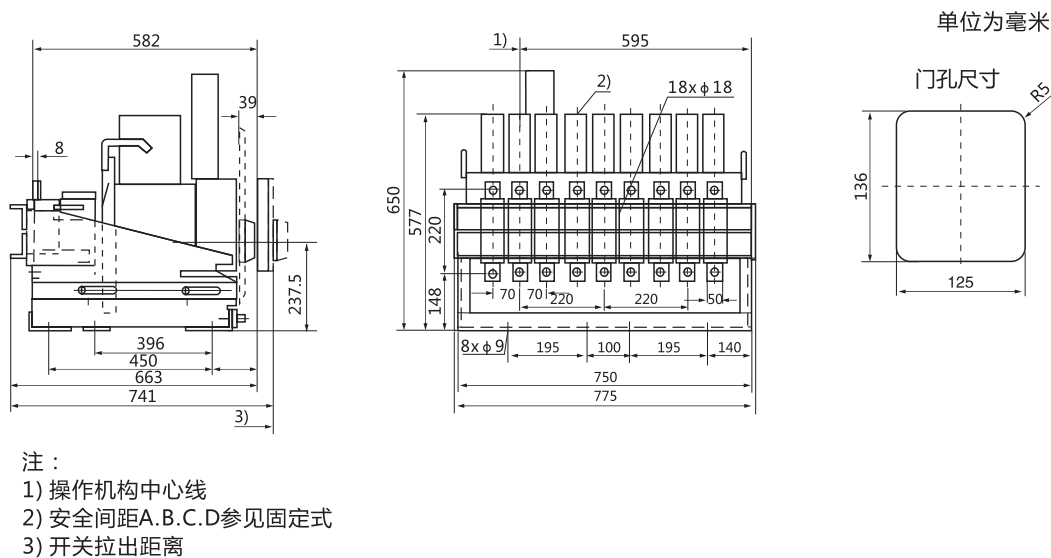

图19 RDW17-3200抽屉式外形及安装尺寸
7.8 RDW17-3200抽屉式断路器外形及安装尺寸见图19